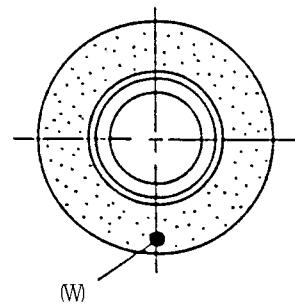

図1-12
④ 砥石の一番重い所を見つける。
- ・バランス装置のクランプを外すと、スイングフレームは右か左か重い側に傾くので、傾いた方向に砥石を少しづつ回して、スイングフレームが傾かなくなる所を見つける。その時、真下が一番重い部分、〔W〕であるのでその点にチョークなどで印をつける。（図1-12）